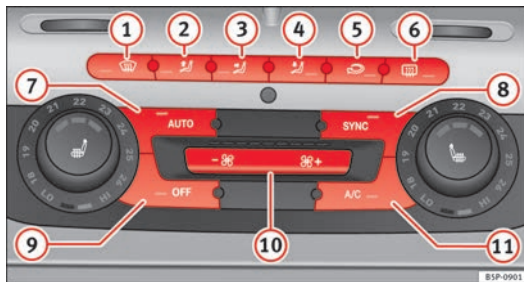

Abb. 128 Bedienelemente der 2C-Climatronic an der Instrumententafel.
- Zur Einstellung der Temperatur auf der linken bzw. rechten Seite drehen Sie die Einstellräder → Abb. 128 für die Temperaturwahl.
- Drücken Sie die Taste **AUTO** ⇒ Abb. 128. Am Display des Radios wird „AUTO High“ angezeigt (hohe Gebläsestufe).
- Drücken Sie erneut die Taste **AUTO** ⇒ Abb. 128. Am Display des Radios wird „AUTO Low“ angezeigt (niedrige Gebläsestufe).